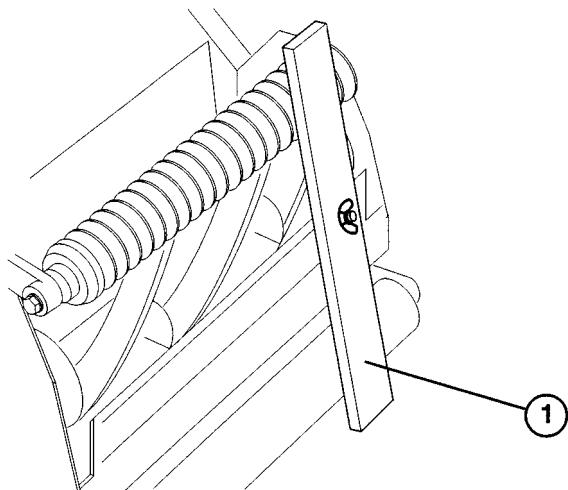

Bild 10
2. Die Meßlehre über die vordere und hinteren Walze legen. Die Einstellung an beiden Seiten nachprüfen (Bild 10). Nach Bedarf einstellen.